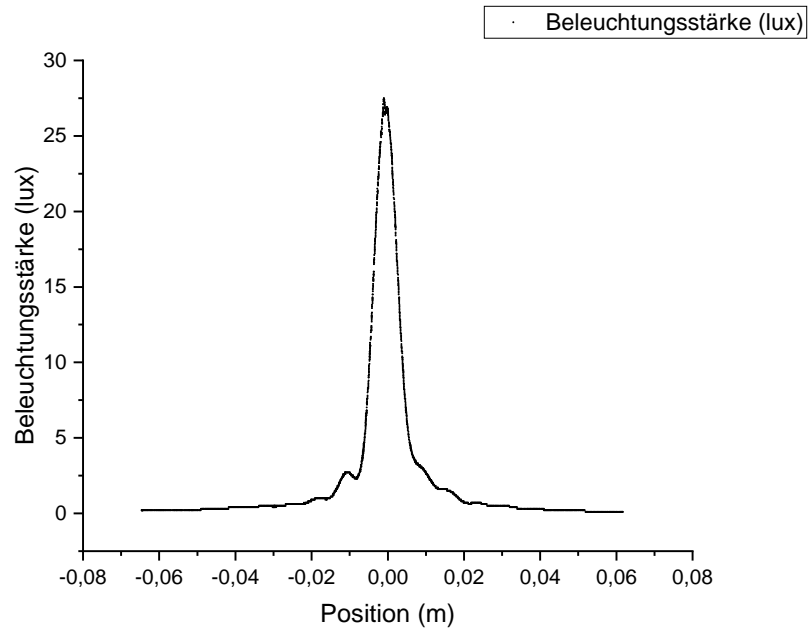

Abbildung 2: Intensitätsverteilung für einen Einzelspalt mit der Spaltbreite  $b = 0,075$  mm.
In Abb. 2 bis 4 sind für Einzelspalte der Breite  $b = 0,075 \text{ mm}$ ,  $0,15 \text{ mm}$  und  $0,4 \text{ mm}$  die Intensitätsverteilungen dargestellt. Mit Gleichung (1) lässt sich aus der Positionen von einem Minimum ( $m = \pm 1, \pm 2, \dots$ ) oder Maximum ( $m = \pm 1,5, \pm 2,5, \dots$ ) die Wellenlänge  $\lambda$  berechnen.